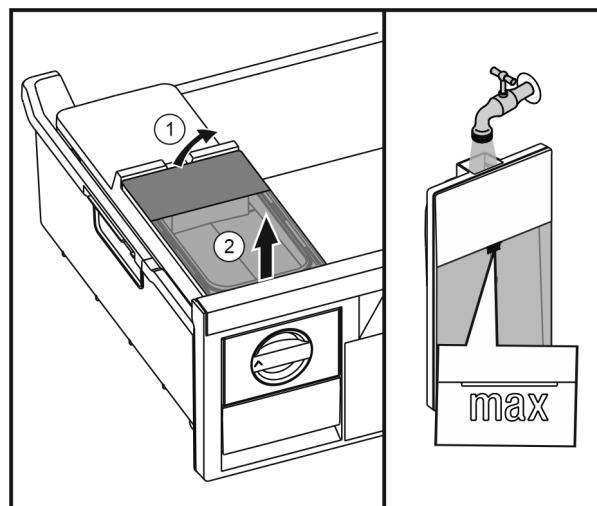

Fig. 29
- Повдигнете резервоара за вода отзад Fig. 29 (1) и извадете нагоре Fig. 29 (2).